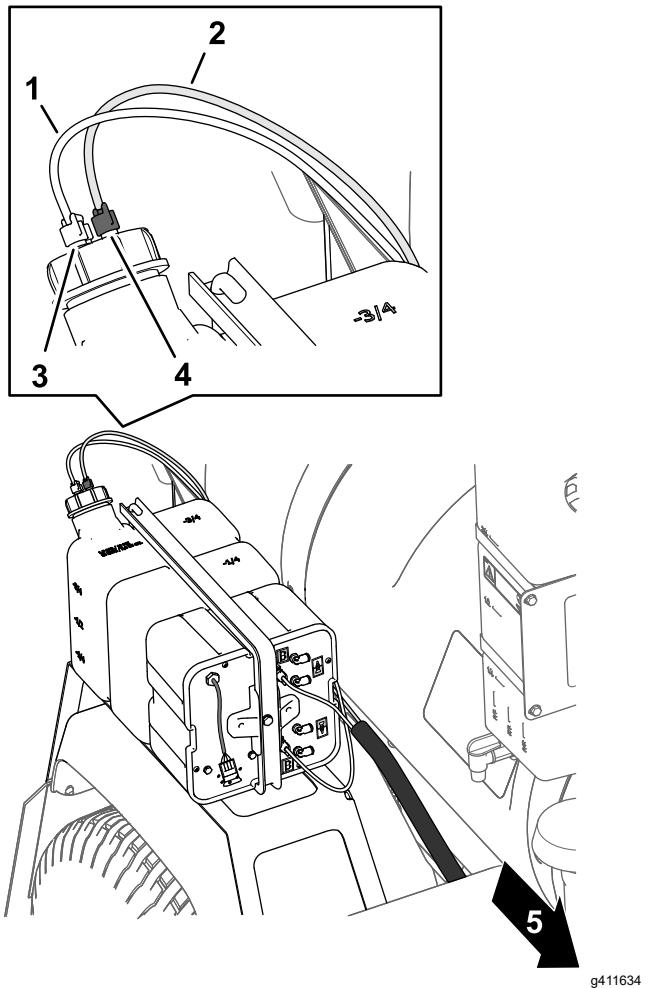
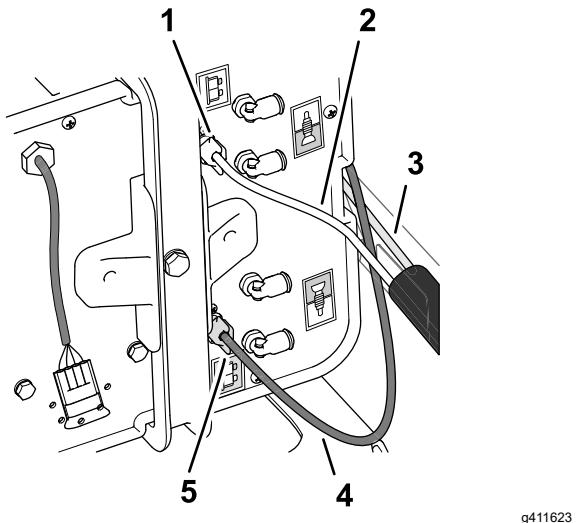

Рисунок 4
Рисунок 5
1. Отверните белую зажимную гайку (Рисунок 4) с крышки бака и установите ее на прозрачную трубку длиной 92 см.
2. Подсоедините прозрачную трубку с белой зажимной гайкой к штуцеру крышки бака и затяните белую зажимную гайку от руки (Рисунок 4).
3. Проложите свободный конец прозрачной трубы длиной 92 см от штуцера на крышке к штуцеру в боковой части компрессора вместе с белой зажимной гайкой (Рисунок 4 и Рисунок 5).